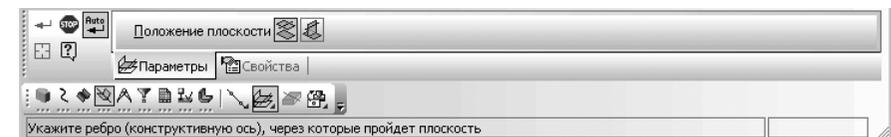

Рис. 8.23. Панель свойств: Плоскости через ребро параллельно/перпендикулярно грани, Компактная панель и строка сообщений
- переместите указатель мыши с нажатой левой кнопки мыши на кнопку **Плоскость через ребро параллельно/перпендикулярно грани**  и отпустите кнопку мыши. Появится соответствующая **Панель свойств: Плоскость через ребро параллельно/перпендикулярно грани**, показанная на рис. 8.23.